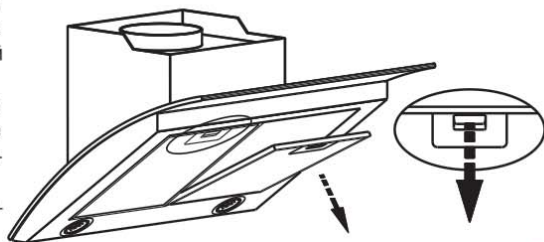

рис. 4
- снимите фильтр (рис.4), отверните винты-барашки;
- перед установкой зонта снимите алюминиевые фильтры, для этого нажмите на пружинный замок фильтра и потяните его вниз и на себя (рис. 4);